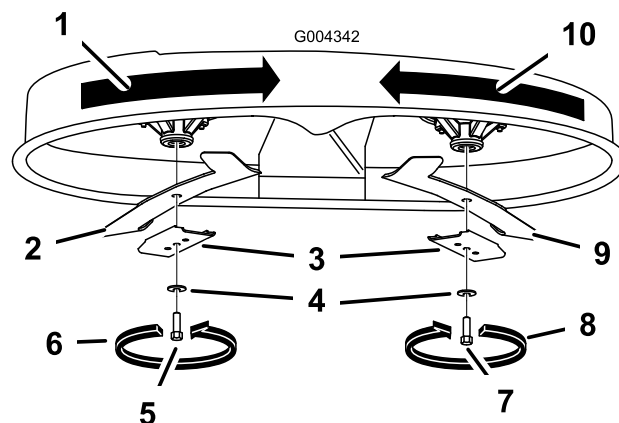

Figura 49
Sujete el extremo de la cuchilla usando un trapo o un guante grueso. Retire del eje el perno de la cuchilla, la arandela curva, el refuerzo de la cuchilla y la cuchilla (Figura 49).
1. Instale la cuchilla en el eje (Figura 49).
2. Instale el refuerzo de la cuchilla, la arandela curva (con la copa hacia la cuchilla) y el perno de la cuchilla (Figura 49).